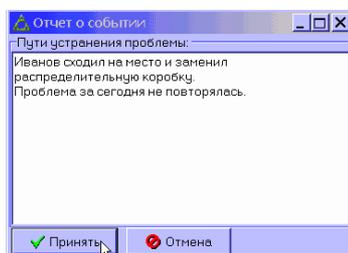

Рисунок 16 - Пример занесения записи в журнал дежурств
- «Прием сигнала» (см. рисунок 16). Выбор данного пункта инициирует занесение записи в журнал, что говорит о том, что оператор заметил смену состояния / объекта / прибора / абонента и среагировал на это событие. Функция административного плана. По факту подтверждения внесенной информации делается запись в журнал дежурств.